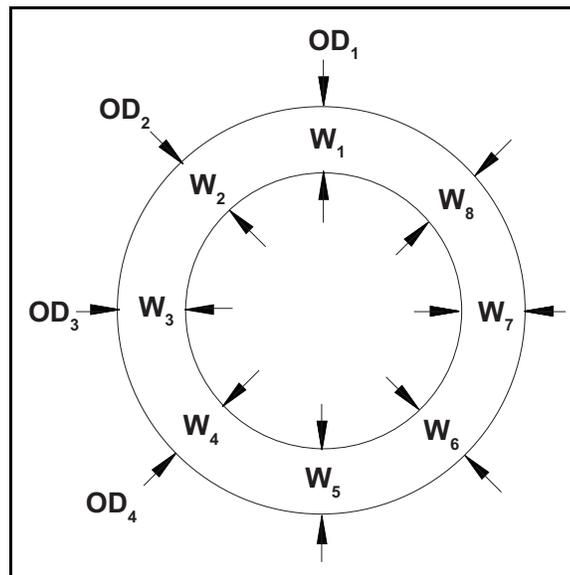

Figure 8: mesure de l'épaisseur de paroi
1. Mesurez le *diamètre extérieur* (DE) du tuyau à l'aide d'un ruban à mesurer ou d'un autre appareil adapté. Ensuite, tracez une ligne circulaire avec le ruban à mesurer.
2. À présent, mesurez le *DE du tuyau* et l'*épaisseur de la paroi* sur huit points le long de la circonférence du tuyau à intervalles de 45°, comme illustré dans la *Figure 8* ci-dessous. Effectuez les mesures trois fois à chaque point et enregistrez les valeurs moyennes. Ensuite, utilisez la valeur moyenne des huit points comme épaisseur de paroi.
3. Pour déterminer le *facteur de correction* ( $K$ ) des tuyaux non concentriques, calculez la moyenne du diamètre intérieur du tuyau (DI) et le diamètre intérieur du tuyau aux emplacements du transducteur. Ensuite, divisez le carré de l'ID moyen par le carré de l'ID aux emplacements du transducteur, comme illustré dans les équations ci-dessous, où ODx est le diamètre extérieur à un point donné et Wx est l'épaisseur de la paroi au même point (comme illustré dans la *Figure 8* ci-dessus).